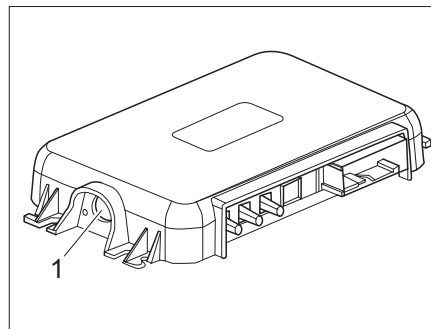

Bild 301 Kopplungstaste am SCU
- Kopplungstaste des SCU (Bild 301,1) drücken.